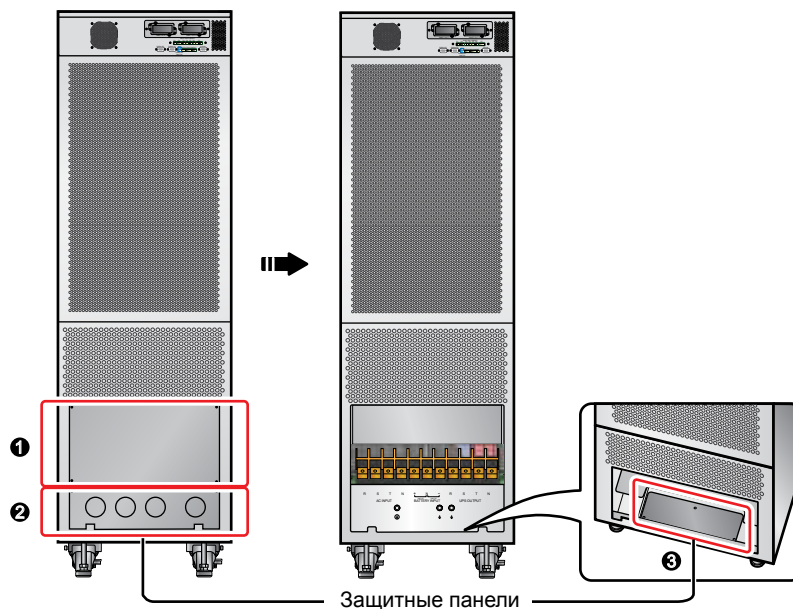

Рис. 5-5. Снятие защитных панелей для доступа к выводам ИБП
- 5) Встаньте напротив задней стенки ИБП. Снимите защитные панели для доступа к выводам ИБП, как показано на *рис. 5-5*.